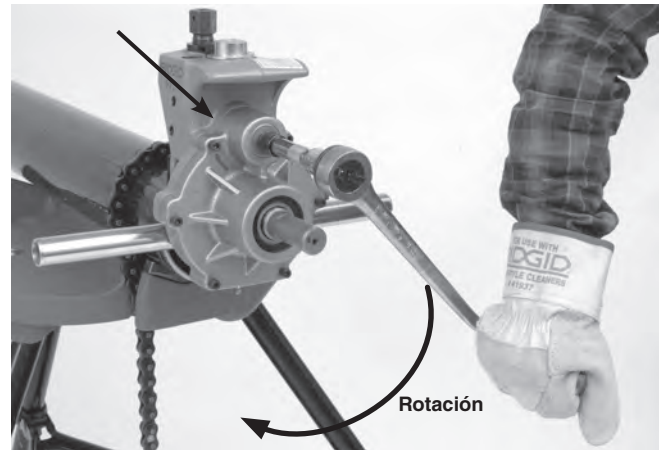

Figura 17 – Rotación del trinquete en el sentido de las flechas
5. Gire el trinquete hacia la derecha, estando el operario mirando la parte trasera de la ranuradora, en el sentido de las flechas grabadas en el cuerpo trasero de la ranuradora (vea la Figura 17). Observe el giro de la ranuradora y asegure que la placa de cubierta permanece en contacto con el extremo del tubo. Si la ranuradora empieza a separarse del extremo del tubo, no le dé más vueltas al trinquete para que la ranuradora no se salga del tubo y vaya a caer. Puede valerse de los brazos de soporte para empujar la ranuradora hacia el tubo para que éste y la placa vuelvan a quedar en contacto. Si es necesario, nuevamente monte la máquina en el tubo (vea la sección *Montaje de la ranuradora a rodillos sobre el tubo*). Si el extremo del tubo se ha deformado, corte el tubo y labre una nueva ranura.